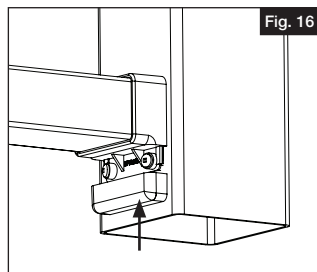

Fig. 16
- d. Deslice las protecciones de los soportes inferiores en forma ceñida sobre los soportes inferiores (Fig. 16).